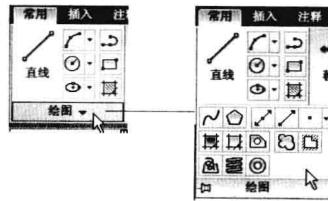

图 3-5-10
(1) 在“绘图”面板中单击三角形按钮或面板名称，展开面板，单击“圆环”按钮 \textcircled{O} ，如图3-5-10所示。